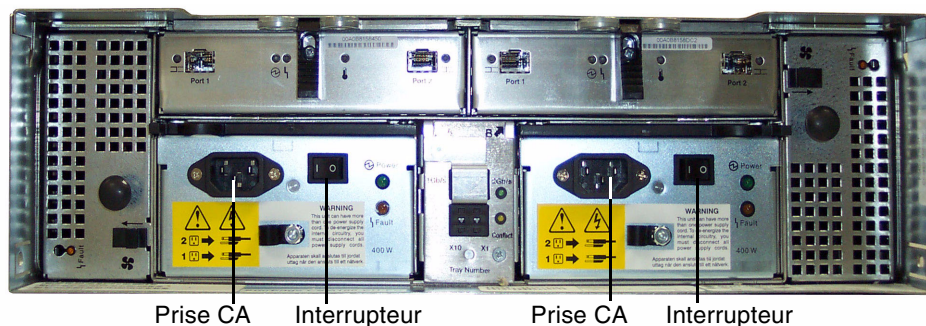

FIGURE 3-21 Panneau arrière du boîtier d'extension
2. Vérifiez que les interrupteurs sont en position d'arrêt, puis connectez les câbles d'alimentation CA à l'arrière de chaque boîtier d'extension (reportez-vous à la FIGURE 3-21).